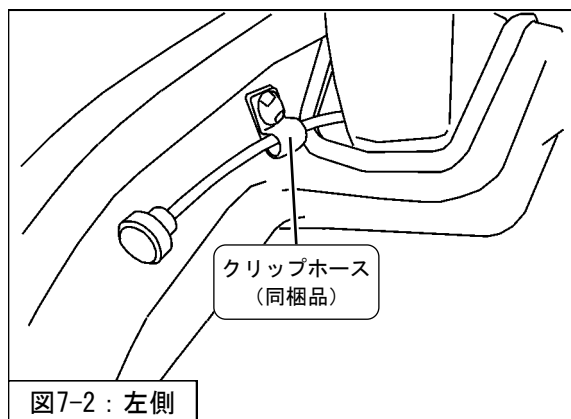
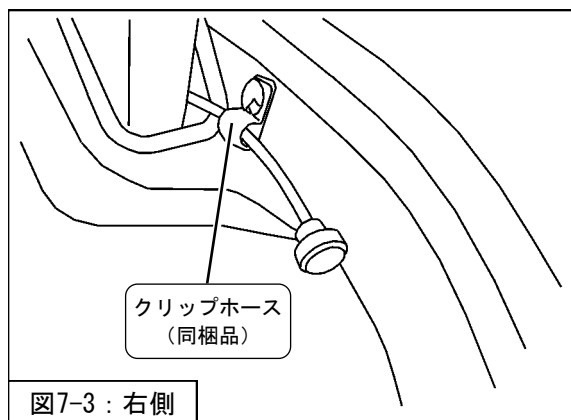
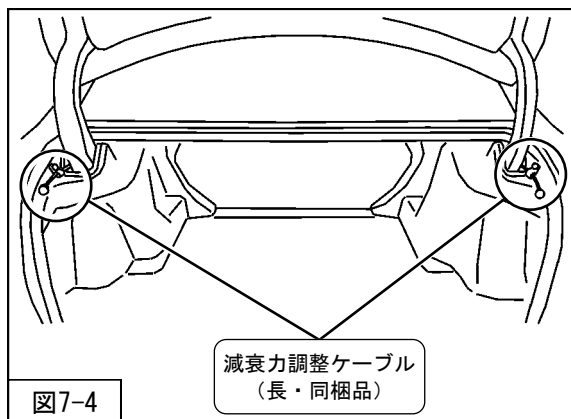

図7-2：左側
図7-3：右側
図7-4
4. クリップホース(同梱品)を使用して、ケーブルをトランク内装に固定してください。(図7-2・図7-3・図7-4)